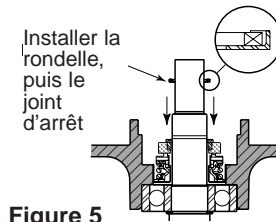

Figure 5
5. Reposer la bague et le jonc d'arrêt sur l'arbre. Se reporter à la Figure 5.